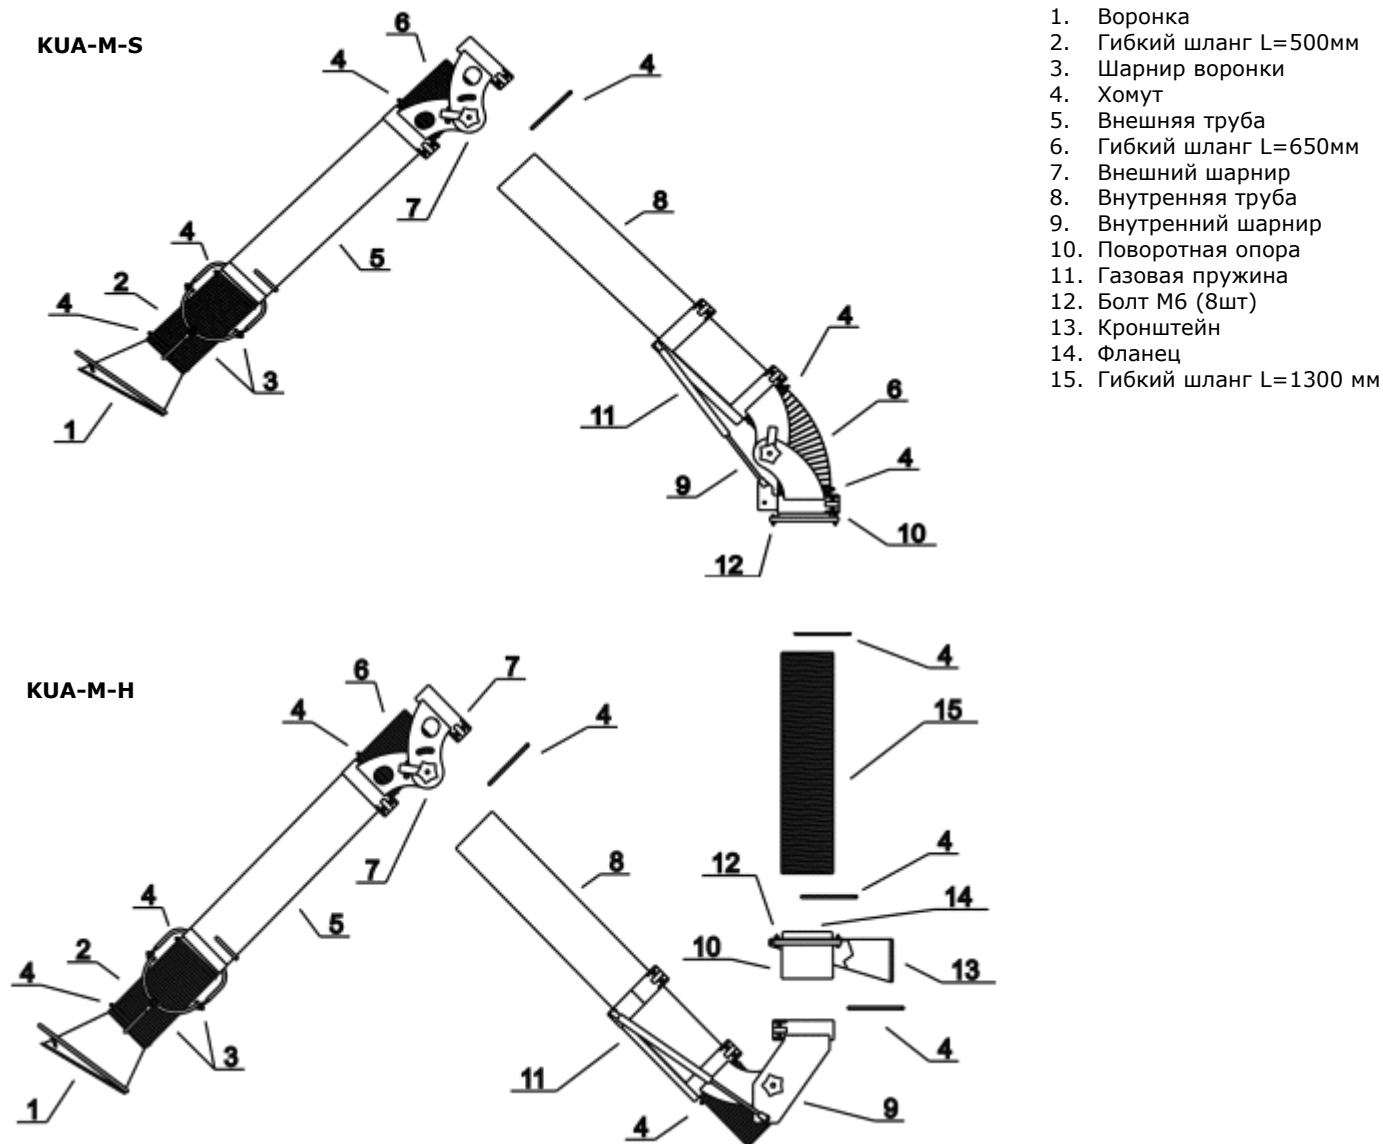

Рис.3.1.
1	Подъемно-поворотное вытяжное устройство, состоящее из (см. рис. 3.1):
(поз.13 рис.3.1)
(поз.14 рис.3.1)
- Установить и закрепить на требуемой высоте кронштейн (поз.13 рис. 3.1);